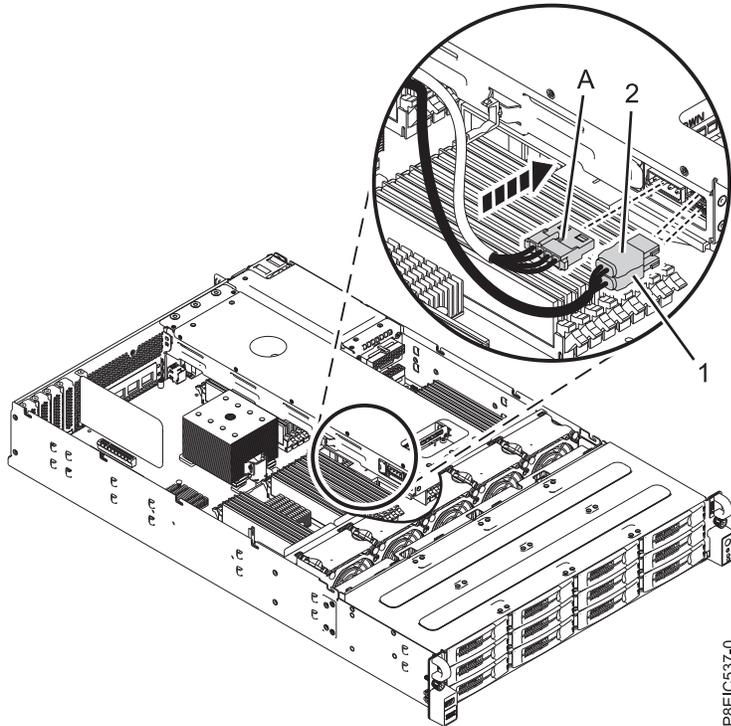

Abbildung 21. Signalkabel und Netzkabel des Laufwerks anschließen
3. Schließen Sie das Signalkabel des Laufwerks (Anschlüsse **(1)** und **(2)**) an die Baugruppe der Laufwerkhalterung an der Rückseite an. Kabel **(1)** wird im unteren Socket und Kabel **(2)** im oberen Socket angeschlossen (siehe Abb. 21 auf Seite 21).